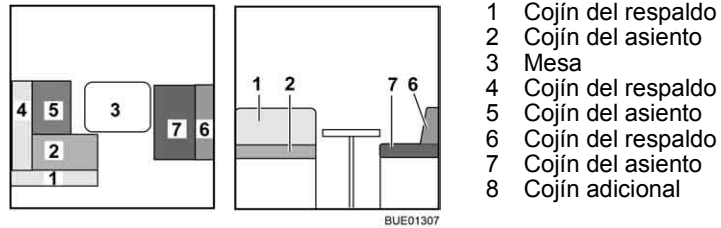

Fig. 141 Antes de la transformación
- Transformar la mesa (Fig. 141,3) en base de cama (véase apartado 6.11).
- Quitar los cojines del respaldo (Fig. 141,1 y 4) y ponerlos a un lado.